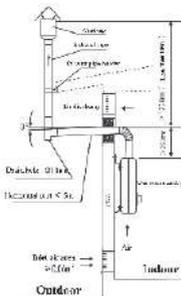

Fig.10
2) El tubo de escape de humos debe ser resistente a altas temperaturas (más de 200 °C) y a prueba de óxido (Fig.10).